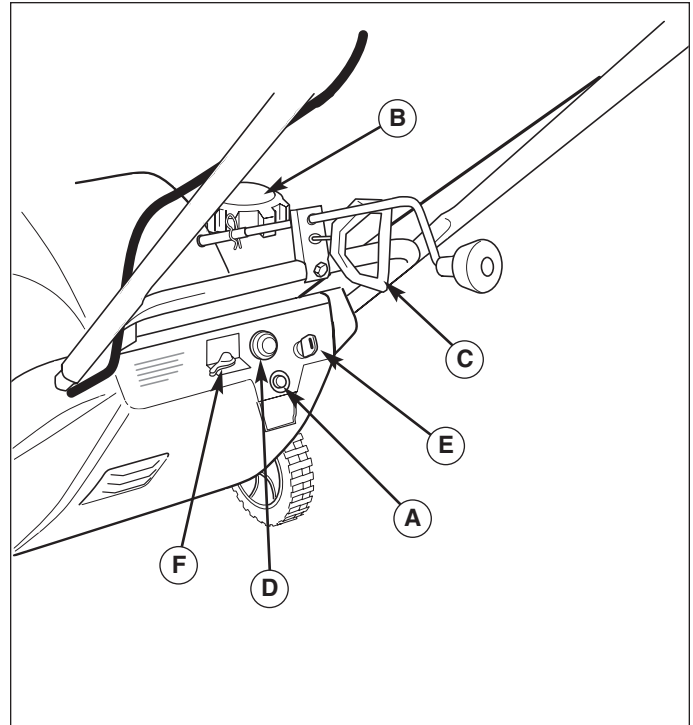

Abbildung 8. Bedienelemente des Motors
- A. E-Start-Knopf** – Der E-Start-Knopf (A, Abbildung 8) aktiviert einen am Motor montierten E-Starter und eliminiert das Anlassen des Motors mit einem Startzugseil. Der E-Start-Knopf wird mit 220 Volt Wechselstrom gespeist, die bei entsprechend ausgestatteten Modellen über das Netzkabel zugeführt werden. **Dieses Netzkabel AUSSCHLIESSLICH an eine ordnungsgemäß geerdete Schukosteckdose anschließen.**
- C. Startzuggriff** – Der Startzuggriff (C) ist mit einem Startzugseil verbunden, um den Motor manuell anlassen zu können. Durch Ziehen des Startzuggriffs wird die Kurbelwelle des Motors schnell gedreht, der Motor durchgedreht und der zum Anlassen des Motors erforderliche Zündfunke erzeugt.
- D. Ansaugknopf** – Wenn der Ansaugknopf (D) gedrückt wird, wird dem Motor zusätzlicher Kraftstoff zugeführt, um das Anlassen eines kalten Motors zu erleichtern. Durch zweimaliges Drücken des Ansaugknopfes wird normalerweise ausreichend Kraftstoff zugeführt, um einem kalten Motor anzulassen.
- F. Chokehebel** – Dieser Hebel (F) dient der Einstellung des Kraftstoff/Luft-Gemischs und wird zum Anlassen eines kalten Motors verwendet. Bei Betätigung dieses Hebels wird dem Motor ein fetteres Gemisch zugeführt. Nachdem der Motor seine Betriebstemperatur erreicht hat und gleichmäßig läuft, sollte der Chokehebel wieder auf OFF gestellt werden, um ein normales Kraftstoff/Luft-Gemisch zu liefern.